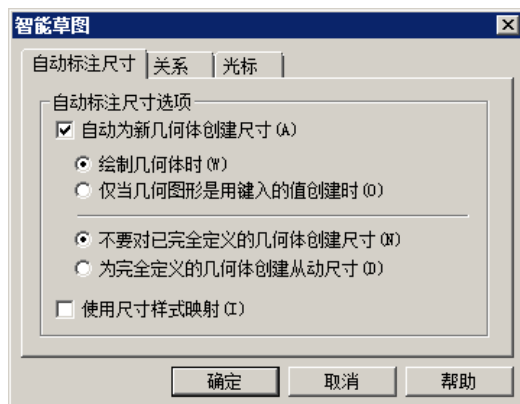

图 7.2.6 “智能草图”对话框
Step2. 在 **主页** 功能选项卡的 **智能草图** 区域中单击“智能草图”按钮 ，系统弹出图 7.2.6 所示的“智能草图”对话框，采用图 7.2.6 所示的参数设置，单击 **确定** 按钮完成设置。